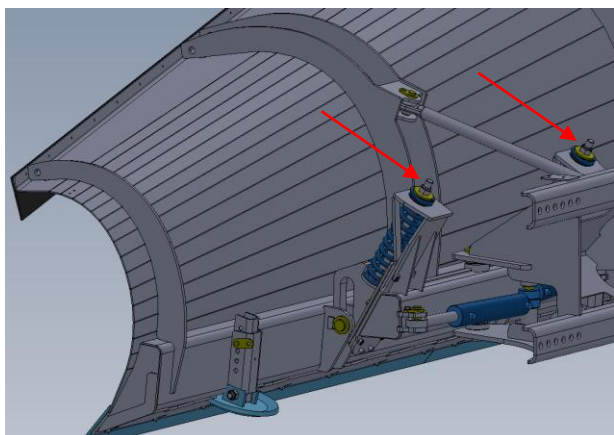

Bild 5
- Smörj samtliga smörjpunkter enligt bilden nedan (bild 5).
På diagonalplogen ska följande punkter smörjas (bild 5):